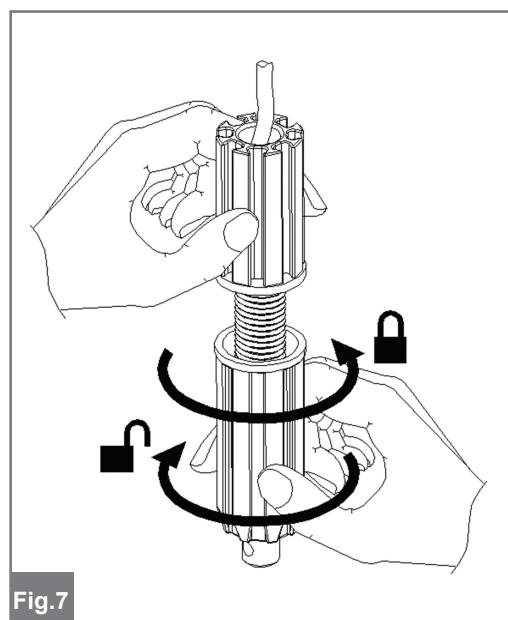

Fig.7
- 17) Despues de haber efectuado la instalación mecanica y los contactos electricos proceder a regular el movimiento final del cierre como mues la fig.7.